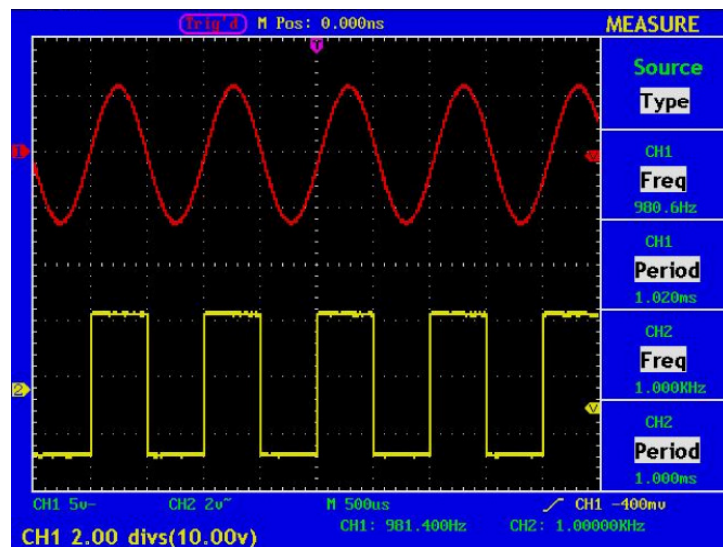

Abb. 31 Informationen zur vertikalen Position
3. Wenn die vertikale Position der Wellenform des Kanals eingestellt wird, zeigt der Bildschirm die Informationen zur vertikalen Position in der linken unteren Ecke an (siehe Abb. 31).
6. Drücken Sie die Menüwahl Taste **F5** und drücken Sie dann die Menüwahl Taste **F2** und wählen Sie **AUTO** bei Coupling. Der Bildschirm wird angezeigt wie in Abb. 31.